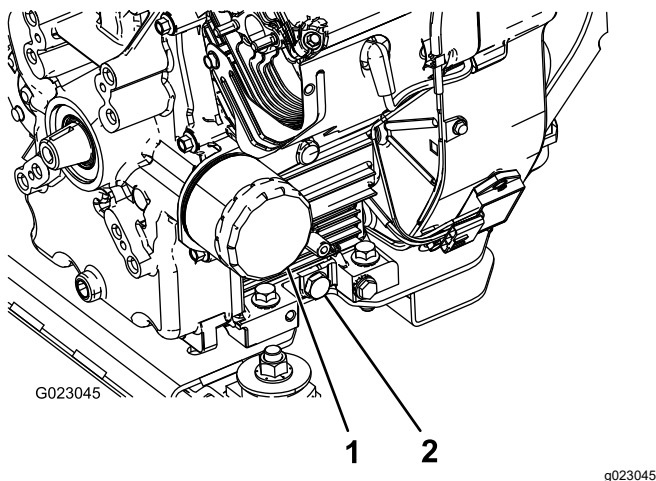

Figura 43
5. Togliete il tappo di spurgo. (Figura 43).
2. Togliete il filtro dell'olio (Figura 43).
5. Montate il nuovo filtro dell'olio sull'adattatore. Girate il filtro in senso orario finché la guarnizione di gomma non tocca l'adattatore, quindi serrate il filtro di un altro mezzo giro (Figura 43).